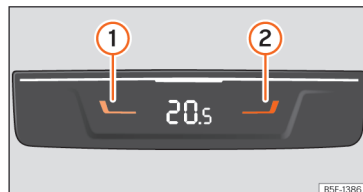

Fig. 113 A la part posterior de la consola central: comandaments per a les places del darrere.
- Premu les teclcs  i  >>> **fig. 113** per ajustar la temperatura de la zona posterior.